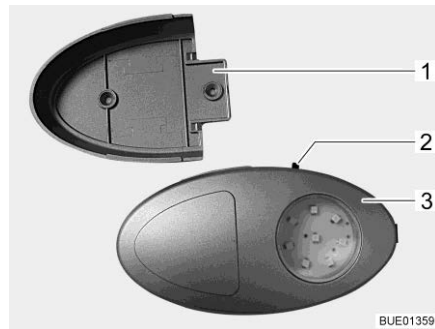

Fig. 102 Eclairage de la penderie/lampe de poche
- ▷ Il est possible d'extraire l'éclairage de la penderie de son support vissé (Fig. 102,1) et de l'utiliser comme lampe de poche.
Le bouton Marche/Arrêt (Fig. 102,2) se trouve directement sur l'éclairage de la penderie (Fig. 102,3).